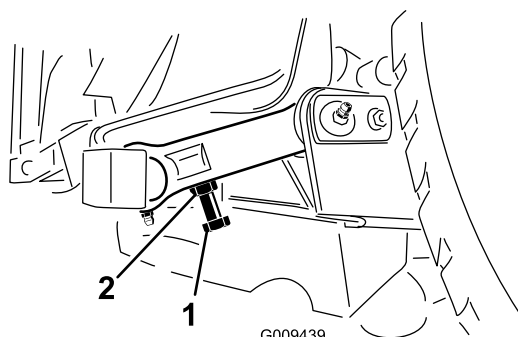

Figura 29
3. Per mettere a punto la distanza dovete accedere al bullone di regolazione, sull'attacco orientabile posteriore dell'apparato di taglio (Figura 29). Allentate il controdado del bullone di regolazione. Allentate o serrate i bulloni di regolazione fino ad ottenere una luce di 10–16 mm, quindi serrate il controdado.